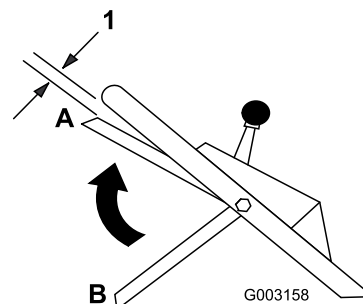

Figure 22
10. Relevez la barre de commande pour l'amener à environ 2,5 cm (1 po) du guidon; voir position A à la Figure 22.